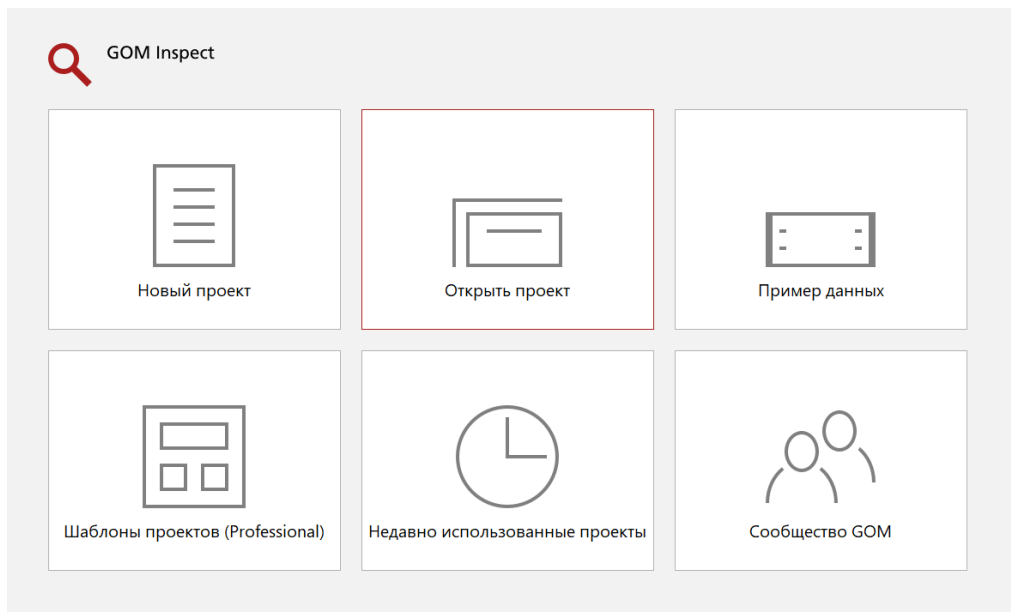

Рис. 14. Создание нового проекта в GOM Inspect
- откройте GOM Inspect (Рис. 14);